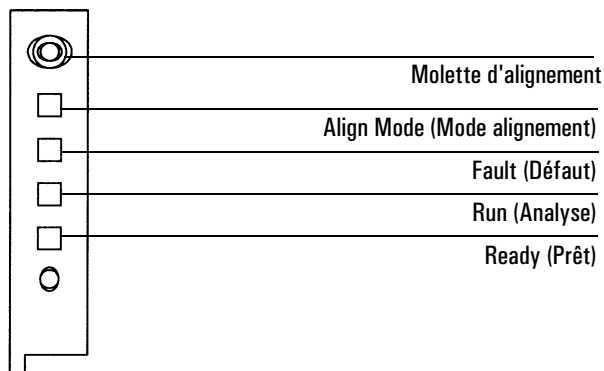

Figure 11 Alignement de la tourelle
5. Utilisez un crayon pour exercer une pression sur le bouton d'alignement encastré au-dessus des voyants lumineux, puis fermez la porte. Voir la Figure 11.